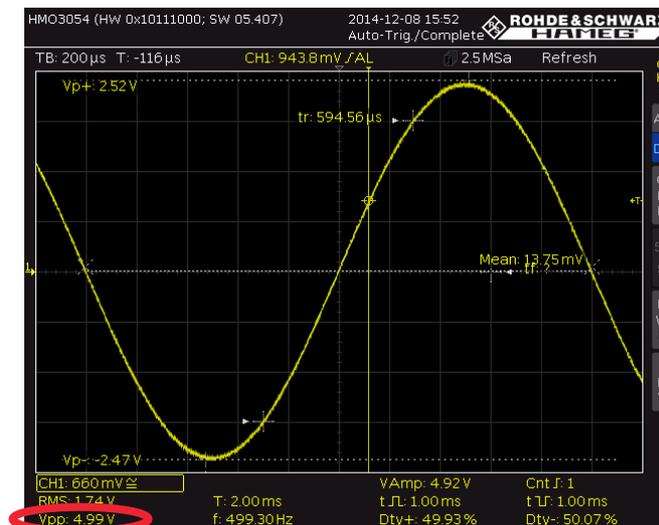

Bild 2-39: Anzeige aller relevanten Signalgrößen
- Taste *QUICK View* drücken. Es werden alle relevanten Parameter des Eingangssignales u_{in} angezeigt (Bild 2-39), $U_{in} = V_{pp} = 4.99\text{ V}$ (Hinweis: Mit der Taste *CH2* kann auf die Ausgangsspannung U_{out} umgeschaltet werden)